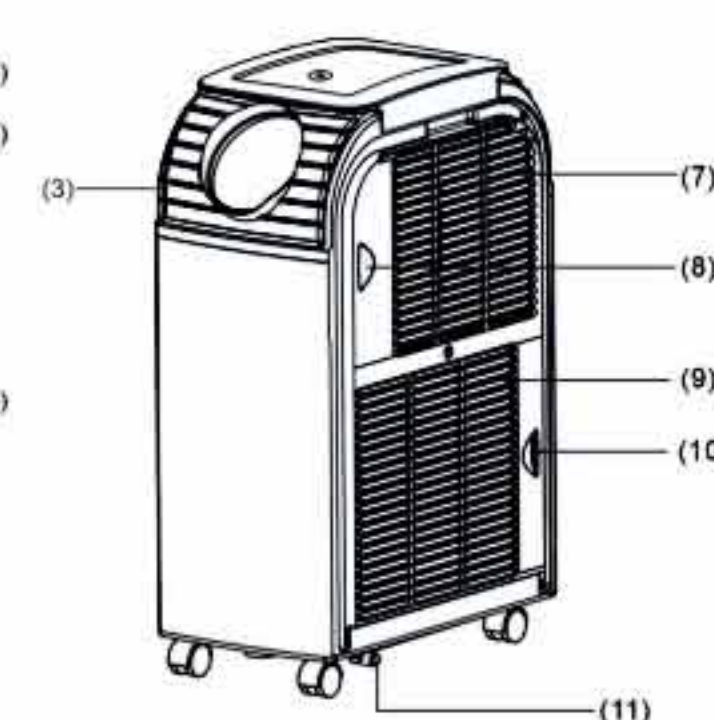

Рис. 4
2. FULL Индикатор заполненности бака конденсатом. Если загорается данный индикатор, значит емкость для сбора конденсата полна. Необходимо выключить прибор и слить конденсат, открутив заглушку на трубке 11 (рис. 4), после чего его опять можно включить в работу.